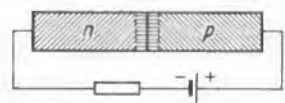

Bild 10.7. Anschluß einer Kristalldiode in Durchlaßrichtung
2. Wird die Stromquelle nach Bild 10.7 umgekehrt angeschlossen, so ist auch alles andere umgekehrt: Die Grenzschicht wird nicht verbreitert, sondern schmaler, und das Span-